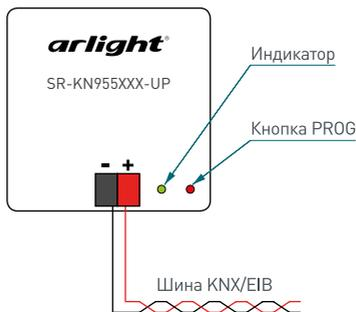

Рис. 2. Схема подключения панели.
- Коротко нажмите кнопку Prog рядом с клеммами подключения шины (см. Рисунок 2) для перевода устройства в режим программирования. При этом индикатор состояния шины KNX рядом с кнопкой начнет мигать красным, начнется загрузка программы.